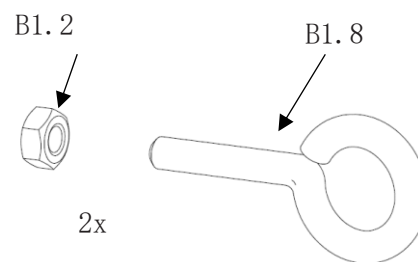

Abb. 35
- je eine Sechskantmutter (**Pos. B1. 2**) auf je eine Ringschraube (**Pos. B1. 8**) montieren. (Abb. 35)